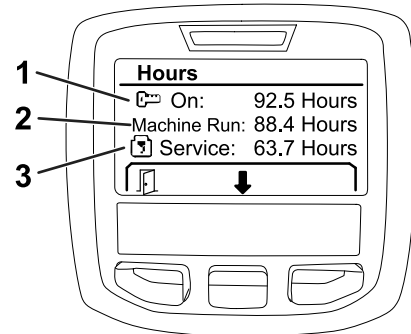

Figura 29
3. Utilizzate le informazioni dei contatori visualizzate sullo schermo (Figura 29) per determinare quanto segue: